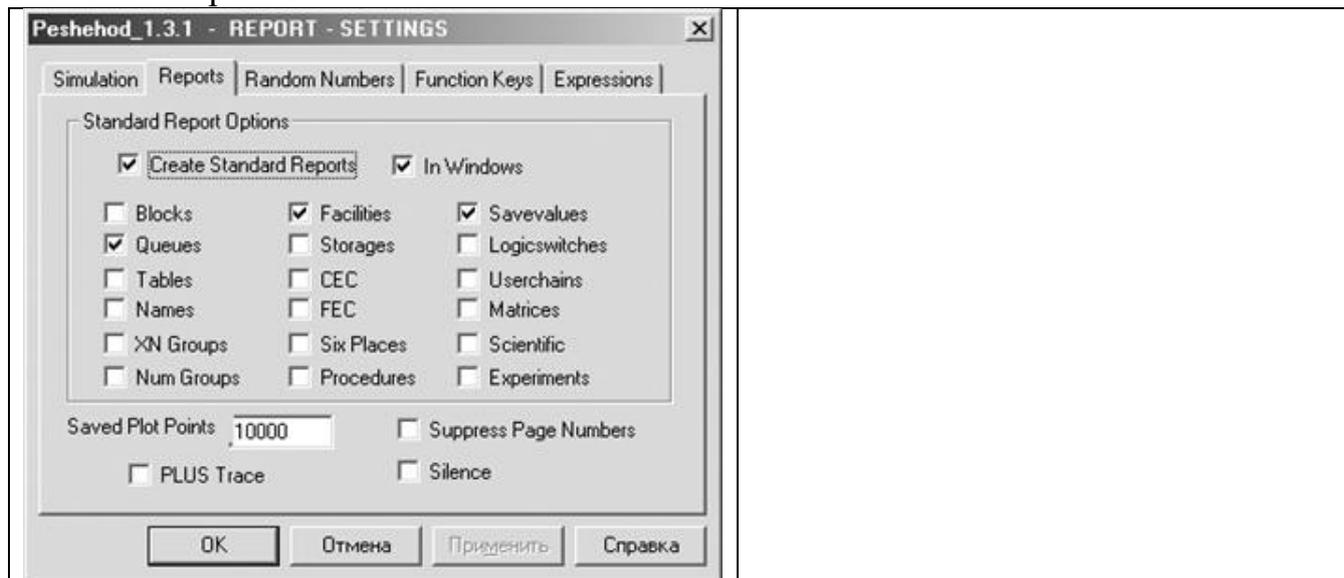

Рис. 1. Окно **SETTINGS** с установками для имитационной модели пешеходного перехода
• щелкните по пункту **Settings** (Установки) выпадающего меню. Появится диалоговое окно **SETTINGS** для данной модели. В нашем примере появится окно под именем **Peshehod – REPORT – SETTINGS**, в котором устанавливаются нужные выходные данные; оно может выглядеть так, как показано на рис. 1.